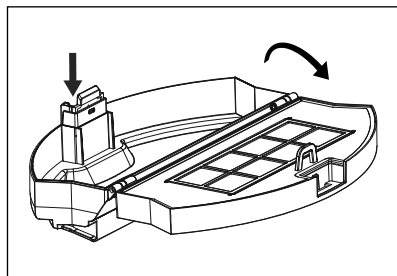

Fig. 8
- 2) Apăsăți tasta de deblocare **15** a recipientului de praf **16** și deschideți-l (a se vedea fig. 8).